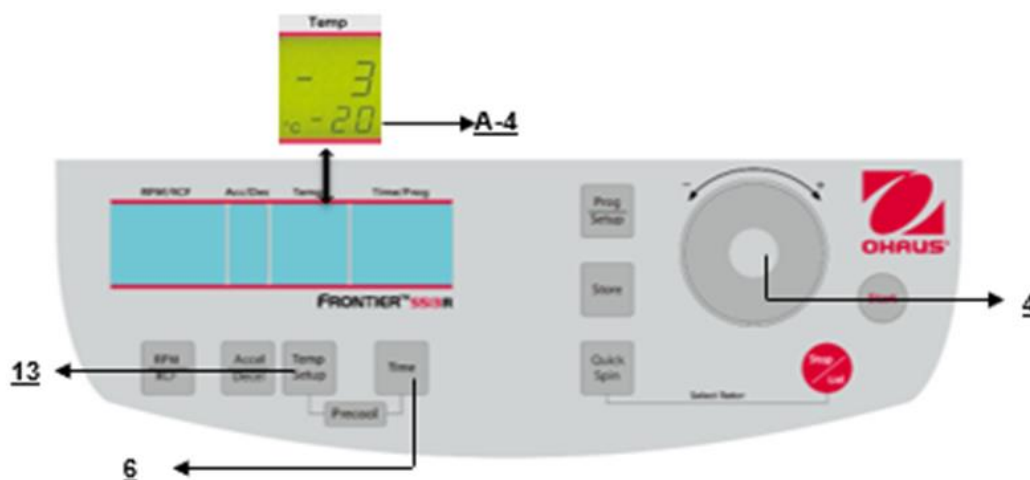

Figure. 16
Cette présélection est activée au moyen de la touche **"RPM/RCF"** (5) (voir la figure 16 ci-dessous). En appuyant sur la touche une fois, le mot **"rpm"** (M5) clignote. En appuyant sur la touche deux fois, il est possible de présélectionner les forces centrifuges. Le mot clignotant **"rcf"** (M6) apparaît alors. Il est possible de définir les valeurs désirées avec le cadran de réglage (4). Sur l'affichage (A-1), la valeur régulée est présentée en permanence, avant, pendant et après la centrifugation.